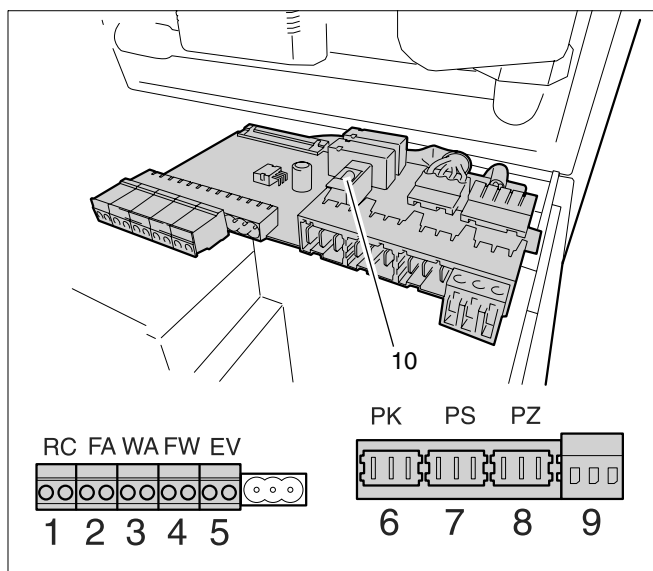

Fig. 60 Siguranța benzii de terminale
- Cu ajutorul unui cablu, realizați o conexiune între ambele contacte ale „WA” (vezi Fig. 60, Poz. 3).
- Îndepărtați conexiunea între ambele contacte ale „WA” (vezi Fig. 60, Poz. 3).
- Conectați regulatorul de pornire/oprire cu o bucată scurtă de cablu direct la ambele contacte „WA” ale cazanului de încălzire (vezi Fig. 60, Poz. 3).
- Conectați regulatorul de modulare cu o bucată scurtă de cablu direct la ambele contacte „RCxx” ale cazanului de încălzire (vezi Fig. 60, Poz. 1).